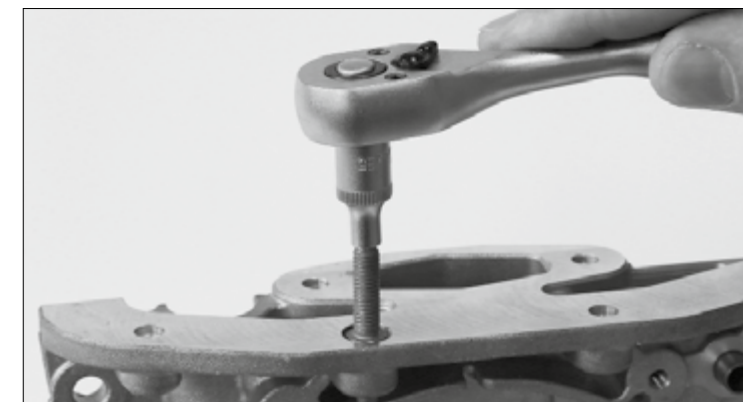

Abb. 4/ Fig. 4/ Рис. 4/ 图4
- To attach the oil pan, first twist the stud bolt with flange (3) into the counter-bore up to the stop (Fig. 4). To do so, use a screwdriver with Torx E5 on the 6-pointed star-shaped profile (4) on the end of the stud bolt.
- Only then can the oil pan be attached and fastened with the bolts (2) and the remaining bolts and nuts.
- Pour fixer le carter d'huile, visser d'abord le goujon à collerette (3) jusqu'à la butée dans le trou lamé (fig. 4). Pour cela, appliquer un tournevis ou une clé munie(e) d'un embout Torx E5 sur l'empreinte hexalobulaire mâle (4) du goujon.
- Le carter d'huile peut alors être appliqué et fixé au moyen des vis (2) et boulons restants.